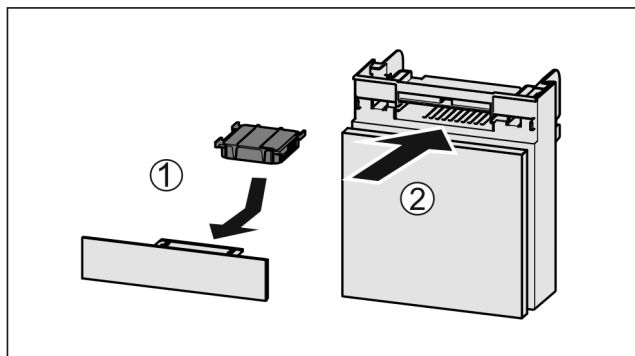

Fig. 226
- Установите фильтр с активированным углем, как показано на рисунке Fig. 226 (1).
- Вставьте отделение Fig. 226 (2).